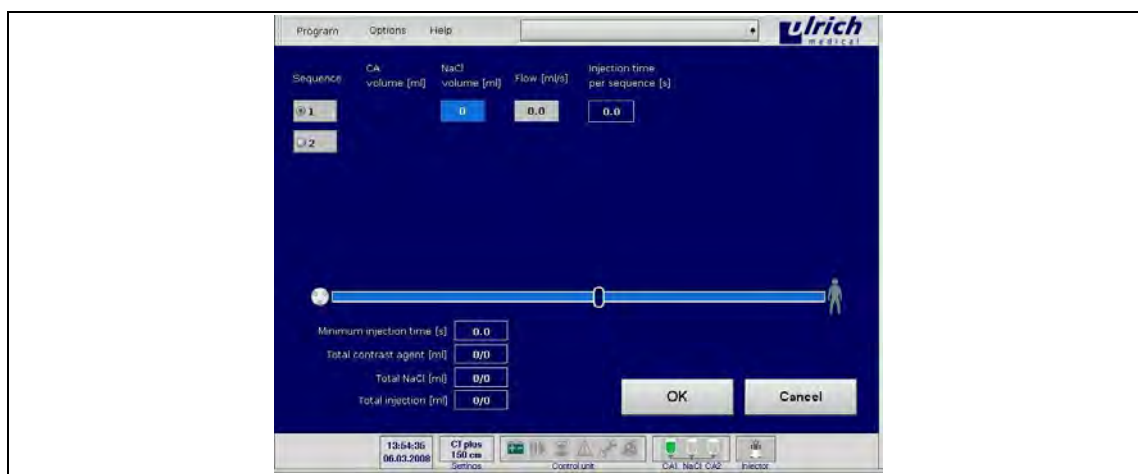

Рис. 45: Новая программа со строкой последовательности
Появляется кнопка открытия второй последовательности (см. Рис. 45, стр. 61).
- Выбрать последнюю кнопку последовательности (напр., см. Рис. 45, стр. 61, кнопка последовательности 2).
- Выбрать предпоследнюю кнопку последовательности (напр., см. Рис. 45, стр. 61, кнопка последовательности 1).